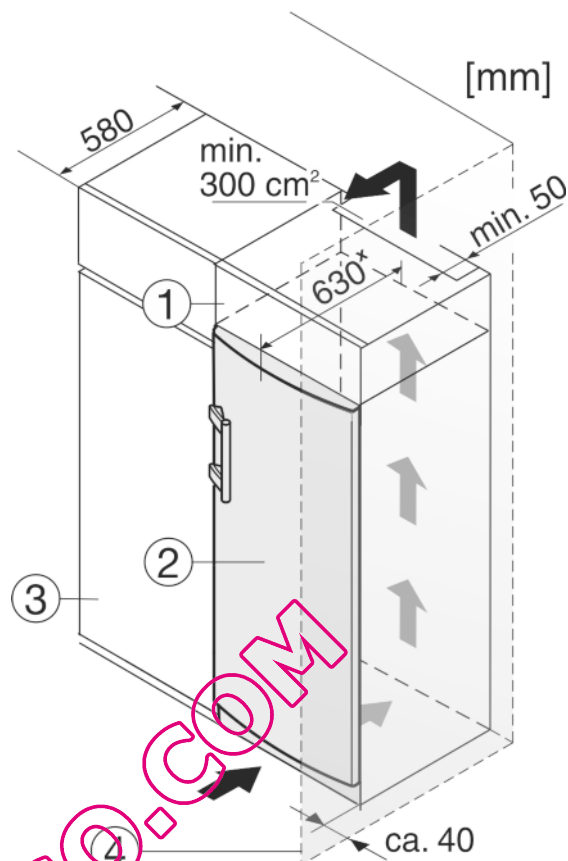

Fig. 7
L'appareil peut être entouré de meubles de cuisine. Pour adapter l'appareil Fig. 7 (2) à la hauteur des placards de la cuisine intégrée, on peut placer un élément haut Fig. 7 (1) au-dessus de l'appareil.
Lors de la transformation avec des placards de cuisine (profondeur max. 580 mm), l'appareil peut être placé directement à côté du placard de cuisine Fig. 7 (3). L'appareil dépasse latéralement de 34 mm\* et de 50 mm\* au centre de l'appareil par rapport à la face avant du placard de cuisine.
Si l'appareil est installé avec les charnières à côté d'un mur Fig. 7 (4), la distance entre l'appareil et le mur doit être de 40 mm min. Ceci correspond à la saillie de la poignée lorsque la porte est ouverte.